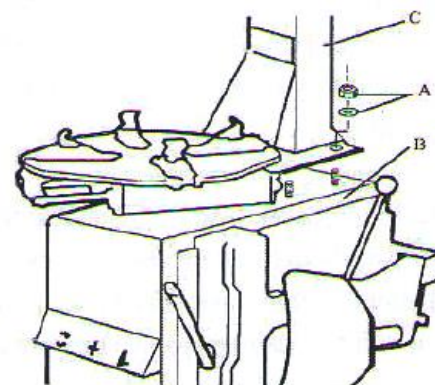

Рис.3
- 2) Открутить гайку А на корпусе В, как показано на рис. 3. Поднять колонну С, установить ее на корпус станка, закрутив гайку А на болт, размещенный в корпусе В. Затянуть крепление с усилием. См. рис. 3.